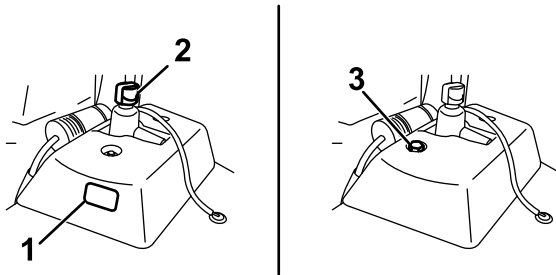

图 54
- 如果辅助液压油箱有观察窗口请通过窗口检查油位图 54 然后转至步骤 5。
- 如果辅助液压油箱没有观察窗口请找到液压油箱顶部的量油尺图 54 然后继续步骤 3。